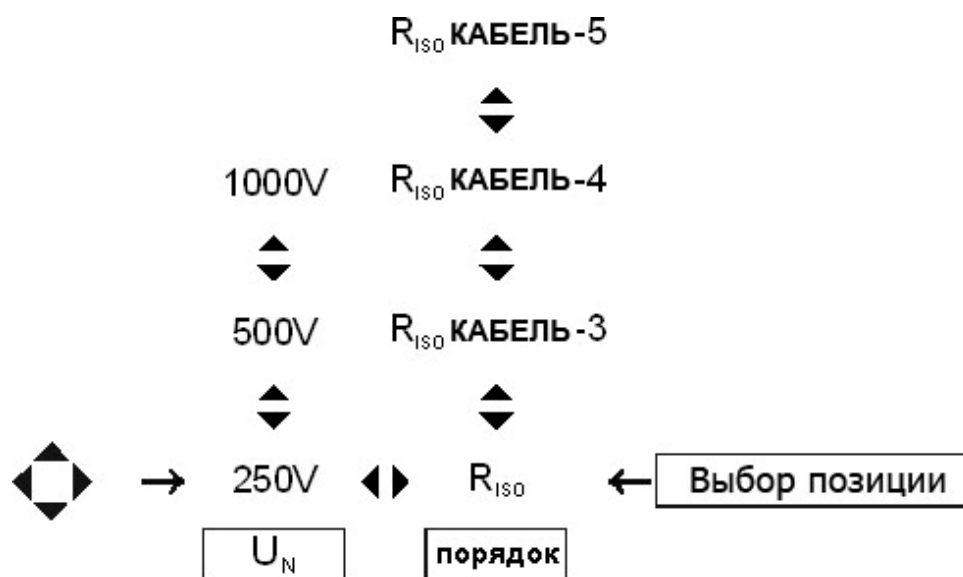

Рис.25. Установка измерительного напряжения и режима при измерении сопротивления изоляции
- выставить измерительное напряжение U_N и режим измерения R_{ISO} (видимый на линейке функции измерения) согласно алгоритму, представленному на Рис.25;